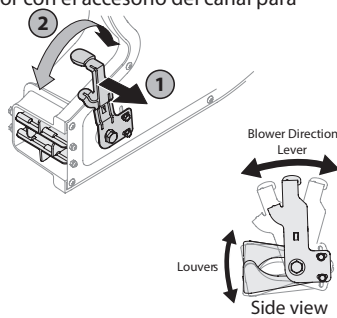

Figura 4
1. Tire de la palanca hacia afuera del soplador. Consulte la Figura 4.